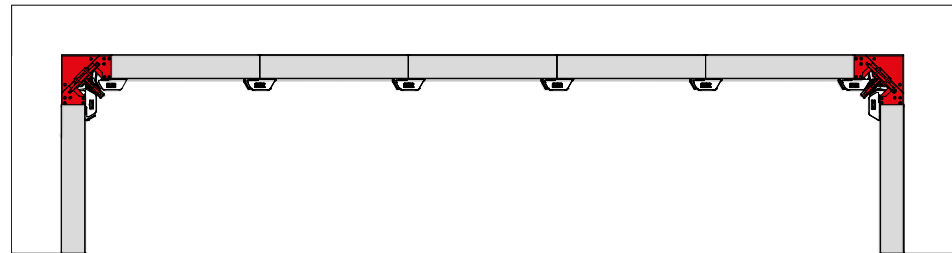

Abb. 36.1
1. Nach der Betonage AS-Schalschlösser an Ausschalecke entfernen (Abb. 36.1).